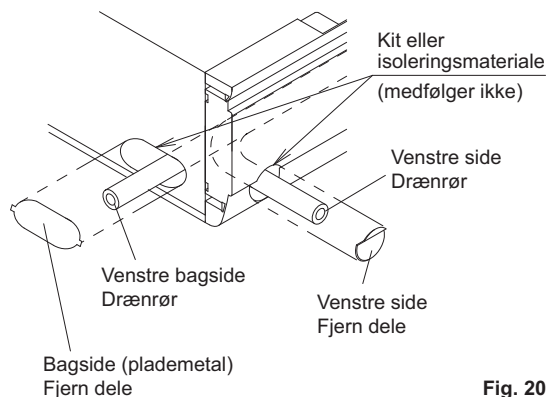

Fig. 20
(1) Føring af drænrør.
- Drænrør kan tilsluttes i følgende retninger: Ved højre bag/højre side, se fig. 18 i "6. KØLERØR", og ved venstre bag/venstre side, se fig. 20.